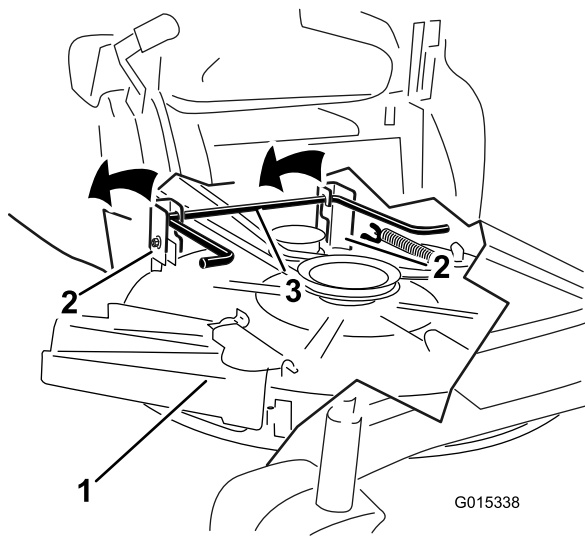

Figure 57
5. Soulevez et enlevez le plateau de coupe et les supports de la tige de levage arrière et abaissez le plateau au sol avec précaution (Figure 57).
5. Soulevez l'arrière du plateau de coupe et guidez les supports sur la tige de levage arrière (Figure 57).